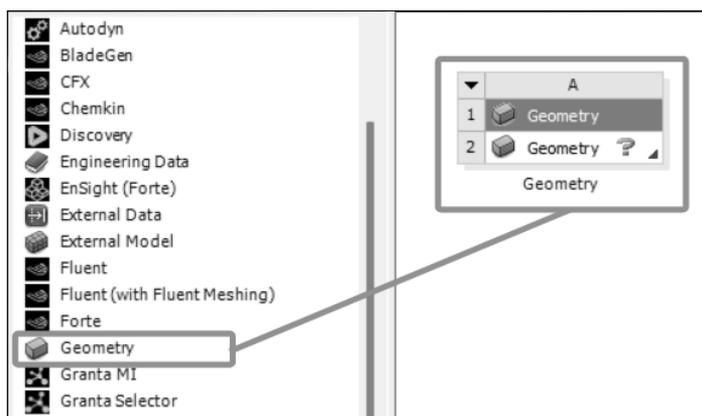

图 2-1 创建分析项目 A
(1) 在 Windows 系统下执行“开始”→“所有程序”→ANSYS 2022 R1 → Workbench 2022 R1 命令，启动 Workbench 2022 R1。
(2) 双击 Toolbox (工具箱) 中的 Component Systems → Geometry 选项，即可在项目管理区创建分析项目 A，如图 2-1 所示。